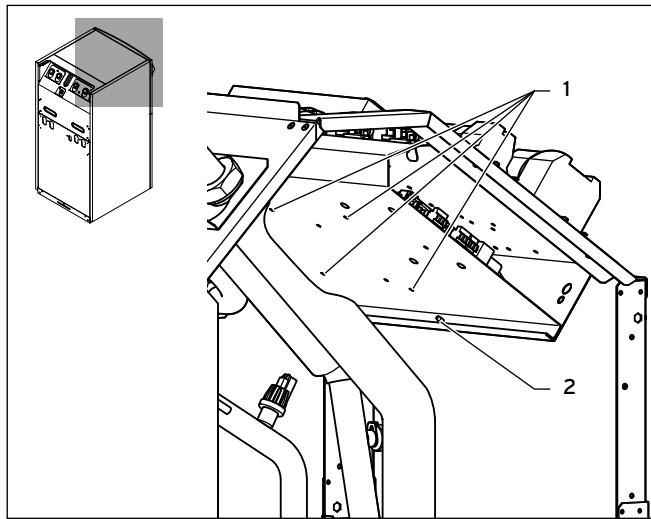

Fig. 4.4 Montering af monteringskinner til geoTHERM VWS/VWW/VWL-S ..1 og VWS ..4
- Slut den hvide indgangsledning (7) til de tre tilslutningsklemmer til højre (11).
- Slut den sorte udgangsledning (6) til de tre tilslutningsklemmer til venstre (12).
- Sæt det tredobbelte stik på faseovervågningskablet ASB (2) i kontakten til overvågning af kompressorens fasefølge.
- Forbind stikket på kompressorens faseovervågningskabel (9) med det dobbelte stik til faseovervågningskablet ASB (8).
- Monter ledningsholderen (10) på et egnet sted i den nederste del af kontrolboksen for at sikre faseovervågningskablerne.
- Klap den nederste del af kontrolboksen op, og skru skruen (→ **fig. 4.4, pos. 2**) fast igen.